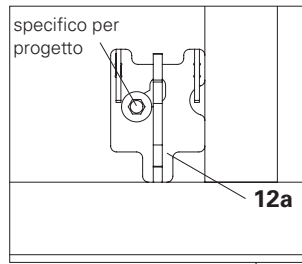
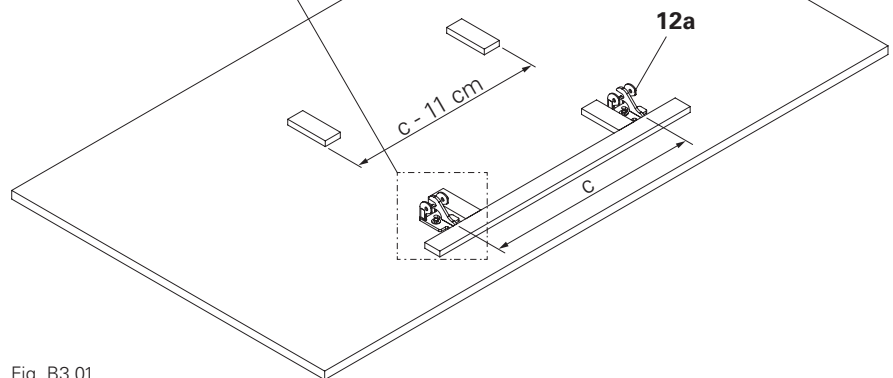

Fig. B3.01a
Fig. B3.01
- Con fermi della giusta misura e ben allineati è possibile facilitare il preassemblaggio preciso e rapido della piattaforma di servizio (Fig. B3.01).
(Fig. B3.01 + Fig. B3.01a)